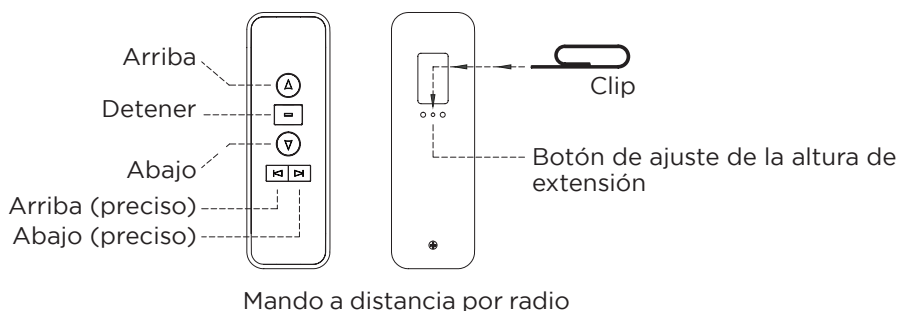

Fig. 5
- Con un clip abierto, pulse el botón de ajuste de posición situado en la parte posterior del mando a distancia por radio (fig. 5) hasta que vea una luz en el orificio. Esto pone la pantalla en modo programación.